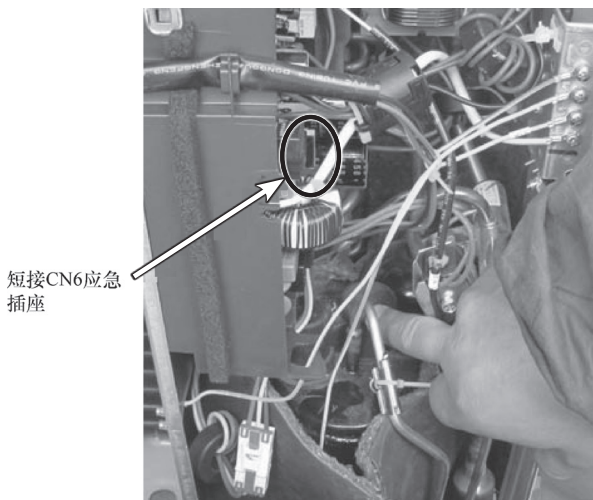

图 5-62 短接 CN6 应急插座
6) 方法是先将室外机 CN6 应急插座短接，如图 5-62 所示，再单独给室外机供电，此时室外机不需要室内机控制，能单独制热运行，将 CN6 短接点断开，改为制冷运行。